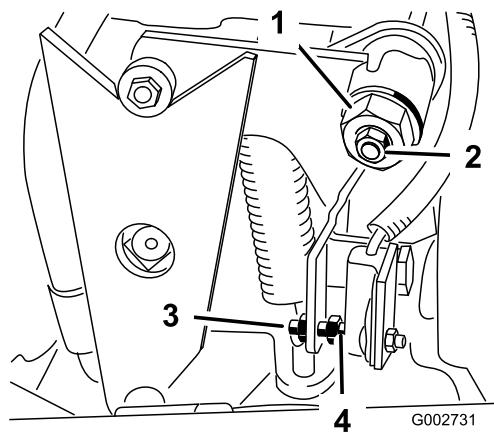

Figure 33
4. Desserrez le contre-écrou de la came de réglage de transmission (Figure 33).
5. Mettez le moteur en marche et tournez l'hexagone de la came (Figure 33) dans un sens puis dans l'autre pour déterminer la position centrale de la course de réglage du point mort.
3. Ajustez la vis jusqu'à obtenir un écartement de 1,5 mm ± 0,8 mm (Figure 33).